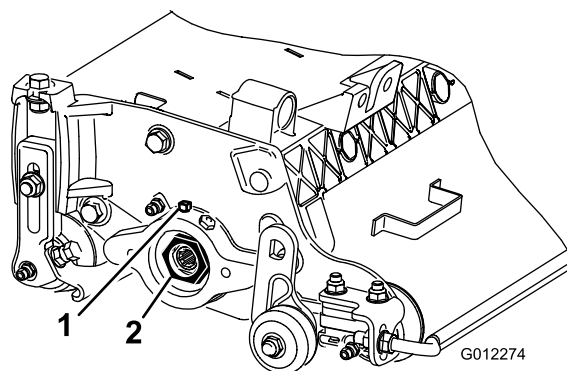

Figura 10
- A. Desaperte o parafuso do conjunto externo que fixa a porca de ajuste do rolamento à caixa de rolamentos localizada no lado esquerdo da unidade de corte (**Figura 10**).